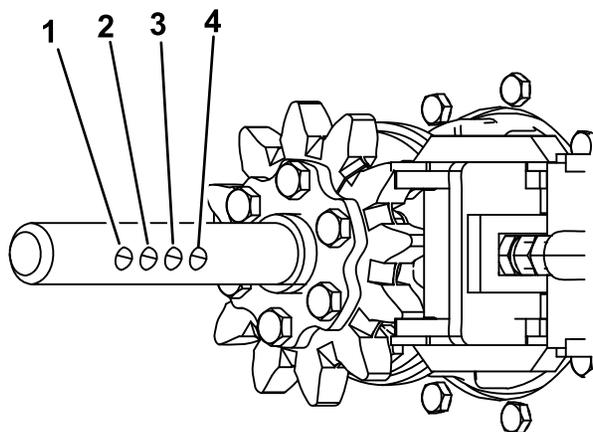

Рисунок 6
1. С помощью болта и гайки, снятых ранее, закрепите шнек в соответствующих отверстиях, как показано на Рисунок 6.